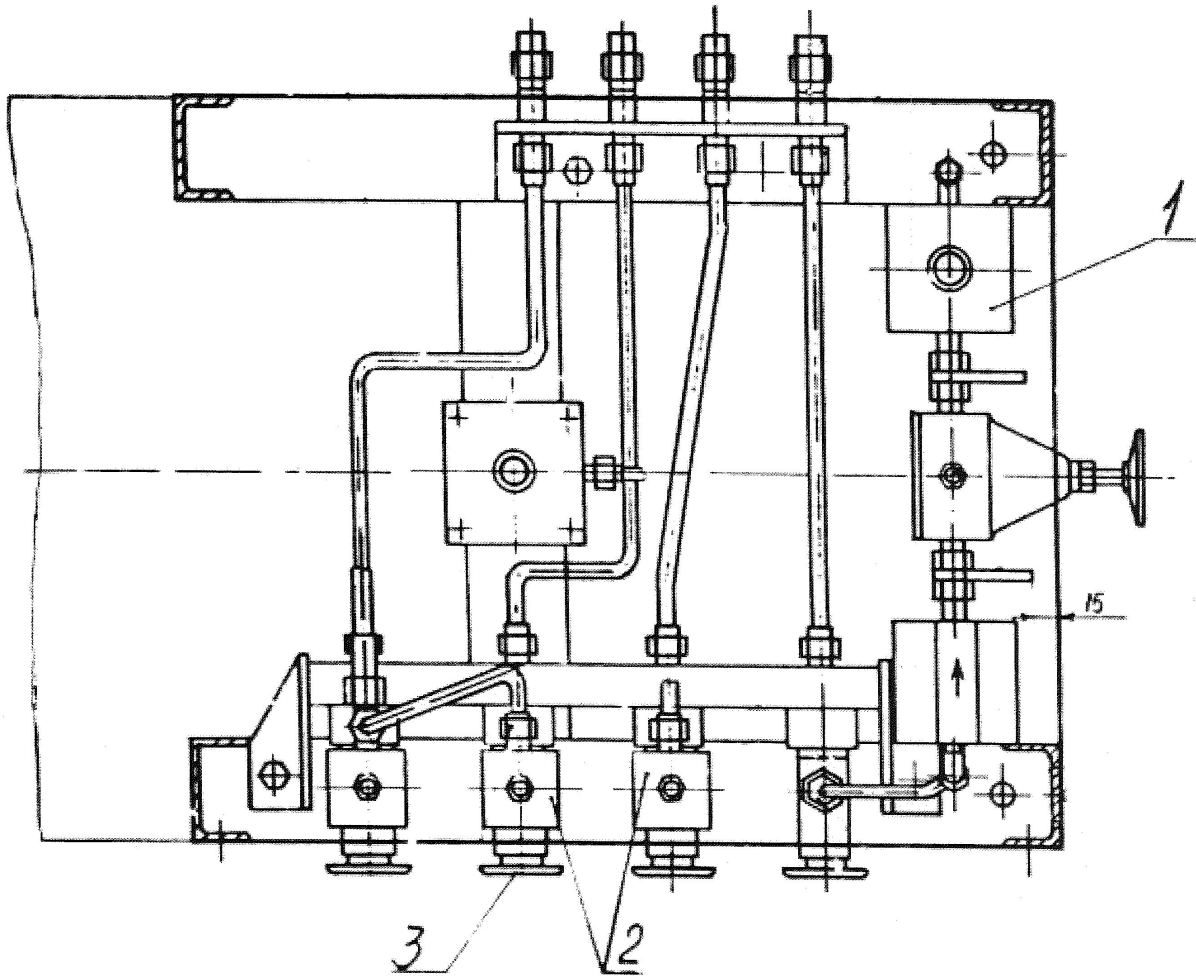

Рисунок 7.6 – Пневмосистема.
7.6. Пневмосистема установки (рис. 7.6) включает в себя блок подготовки воздуха 1, клапаны с пневмоуправлением 2, установленными на вентили 3 и элементы стандартной пневмоаппаратуры.